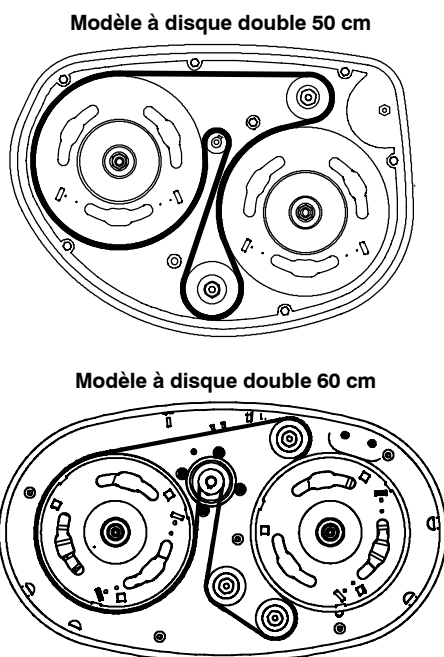

FIG. 69
5. Acheminez la nouvelle courroie comme illustré (Figure 69).